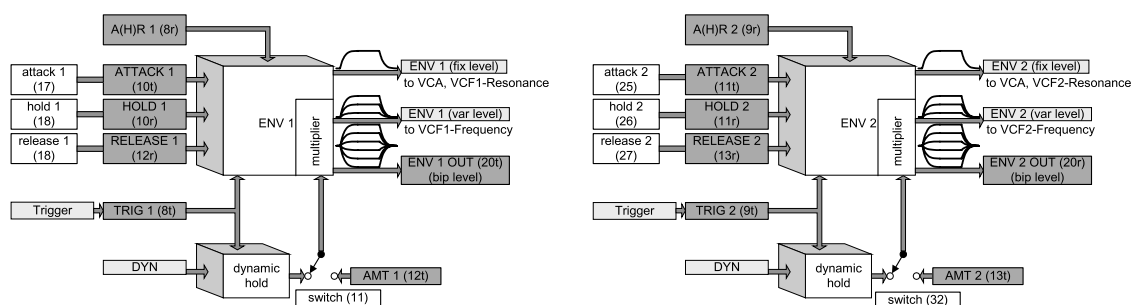

Abb. 9.5.1 ENV 1 und ENV 2
Die Abb. 9.5.1 zeigt die Hüllkurvengeneratoren als Blockstruktur.
Wie auch in der Abb. 9.5.1 zu sehen ist, kann mit den Schaltern (11) und (32) für den ENV 1 bzw. ENV 2 zwischen zwei Modulationsquellen für den Multiplizierer gewählt werden. Eine Stellung der Schalter (11) bzw. (32) (die linke in Abb. 9.5.1) führt zu einer weiteren Funktion.